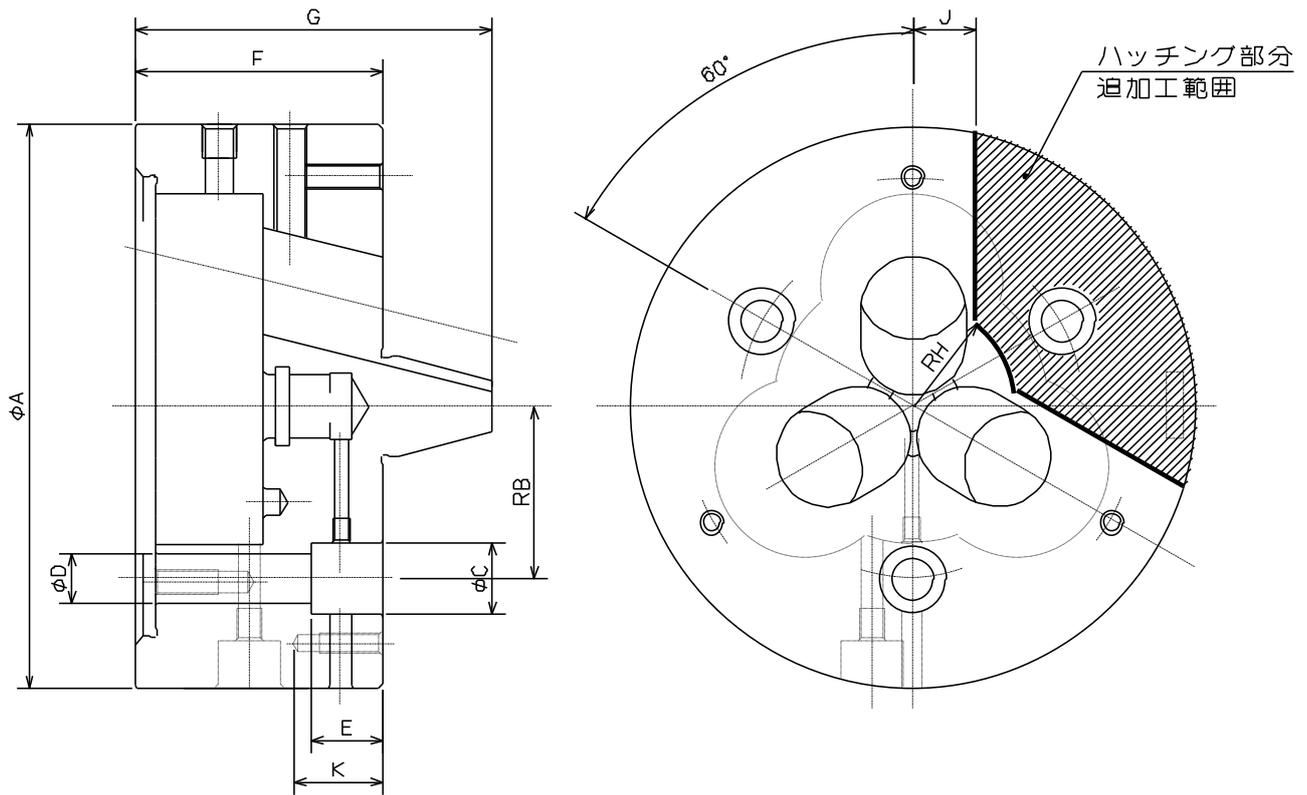

図 8
- ・ チャックボデー表面にロケータや治具を取り付ける場合は、図 8 に示す追加工範囲内にタップまたは穴明けを行ってください。